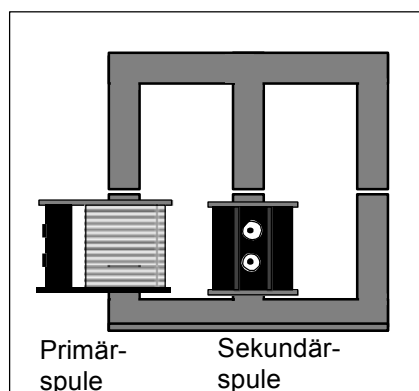

Abb. 1
1. Stecken Sie zwei Spulen wie in Abb. 1 gezeigt auf den E-Kern. Die linke Spule fungiert als Primärspule, die mittlere als Sekundärspule.